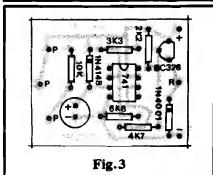
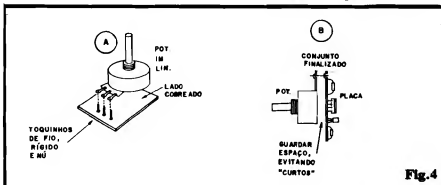

Fig. 3
Fig. 4
- FIG. 3 - CHAPEADO DA MONTAGEM - A plaquinha específica, agora visto pelo seu lado **não** cobreado, já com todas as peças do módulo (menos o potenciômetro, sobre o qual falaremos e detalharemos mais adiante...) colocadas, estão à posição do 741 (referenciada pela extremidade marcada), do BC328 (referenciada pelo lado "chato" do componente), dos diodos (indicada pela extremidade que contém uma cinta ou anel em cor contrastante...) e à polaridade do capacitor de 100u (eletrolítico de boa qualidade ou - de preferência - tântalo...). Cuidado, também, para não "trocar as bolas" quanto aos valores/posições dos resistores (qualquer inversão "bagunçará" o funcionamento do circuito...). Quem for novato deve recorrer aos encartes (já citados) INSTRUÇÕES GERAIS PARA AS MONTAGENS e TABELÃO APE, na busca de importantes subsídios práticos... Depois de todas as peças soldadas, tudo deve ser conferido (posições, valores, códigos, polaridades, etc.),
- FIG. 4 - LIGAÇÃO/FIXAÇÃO DO POTENCIÔMETRO - O potenciômetro de 1M deve ser ligado aos pontos P-P-P da placa (ver fig. 3), sob uma condição mecânica muito especial, destinada a enfatizar a compactação geral do módulo... Conforme vemos em 4-A, inicialmente três pedacinhos (uns 2 ou 3 centímetros cada...) de fio rígido e nũ devem ser enfiados nos furos respectivos, e soldados, de modo que se projete pelo lado cobreado (**não** pelo lado dos componentes...). Notem que os pontos P-P-P já estão "leiautados" e posicionados de